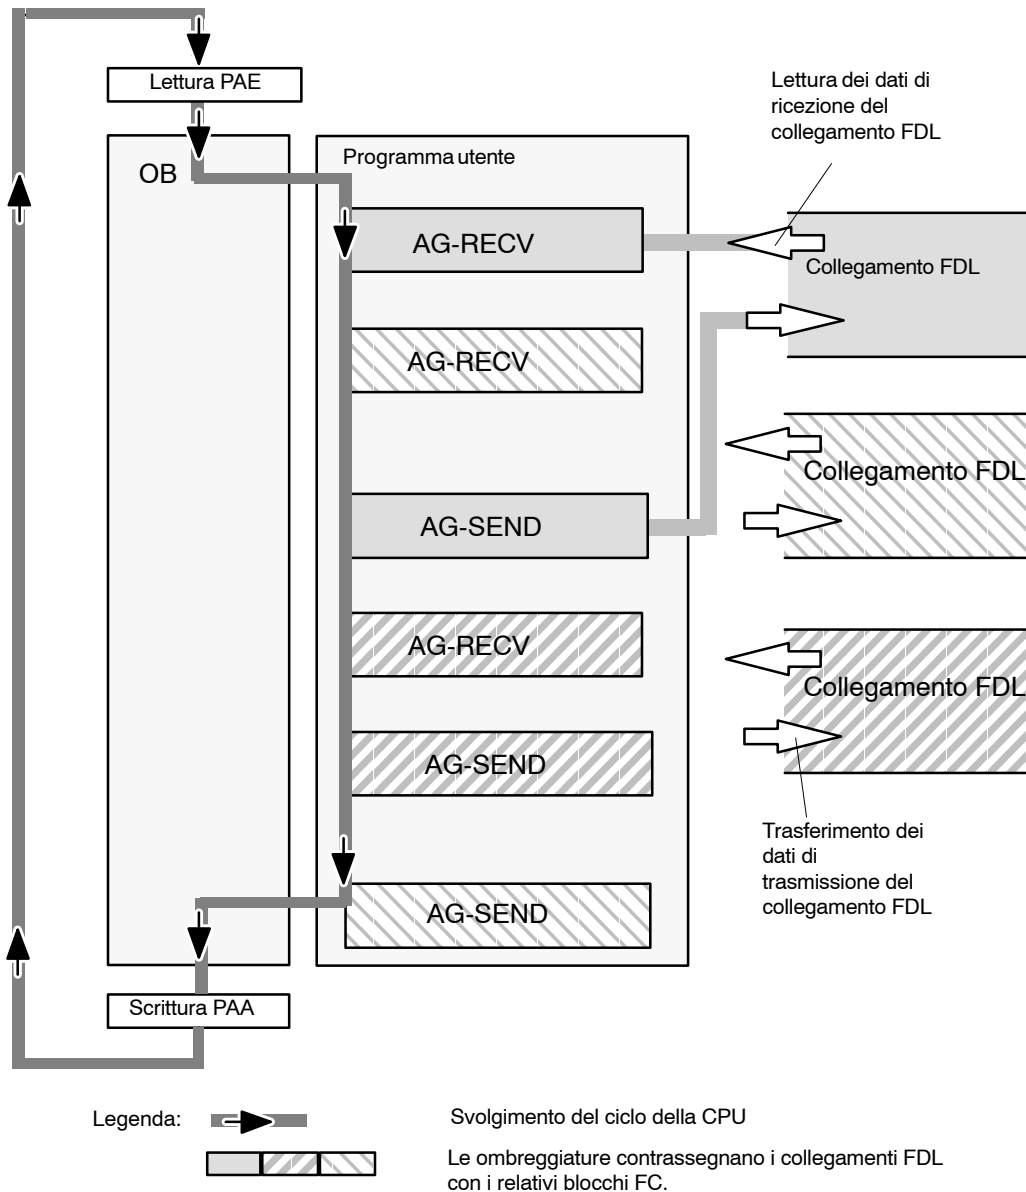

Figura 7-9 Sequenza di svolgimento caratteristica per collegamenti FDL e blocchi FC nel ciclo della CPU
- Il programma utente, che può essere costituito da un numero a piacere di blocchi (OB, FB o FC@STARTJUMP@zUEbels) accede a più collegamenti FDL. (Nella figura 7-9@STARTJUMP@KUA64ina sono rappresentati 3 collegamenti). @STARTJUMP@KUA64ina